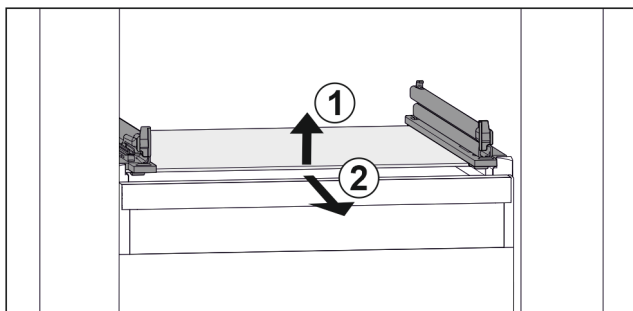

Fig. 153 Exempel på glashylla
- ▶ Lyft glashylla fram till. Fig. 153 (1)
- ▶ Ta ut glashylla framåt. Fig. 153 (2)